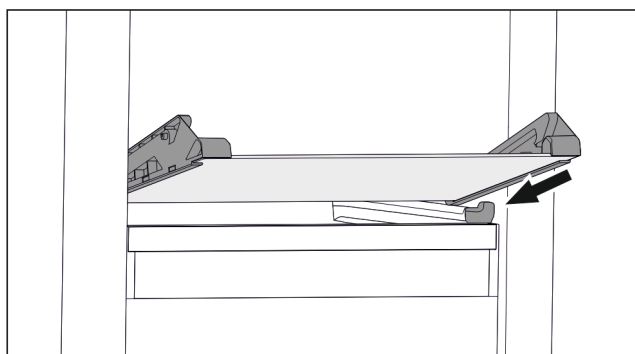

Fig. 67 Płyta szklana szuflady odchylanej
- ▶ Założyć płytę szklaną pod skosem za stoperami. (patrz Fig. 67)